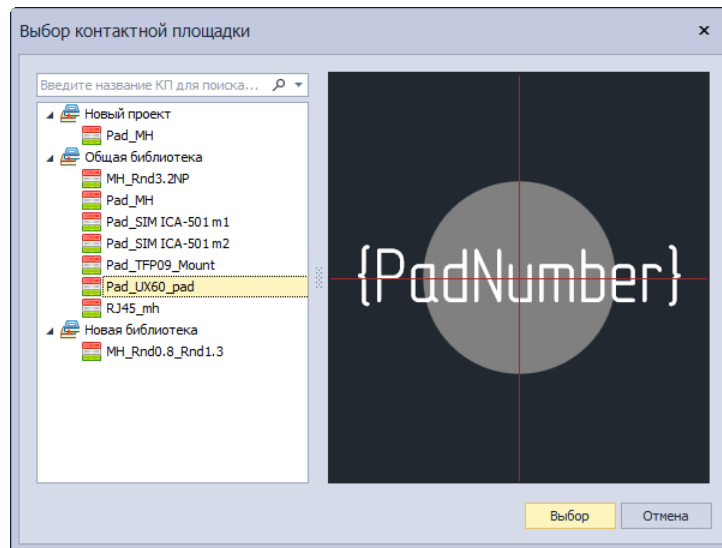

Рис. 138 Выбор типа монтажного отверстия
2. Выбрать тип монтажного отверстия в окне «Выбор контактной площадки» и нажать кнопку «Выбор», см. Рис. 138. В окне отображаются монтажные отверстия, созданные во всех доступных библиотеках.